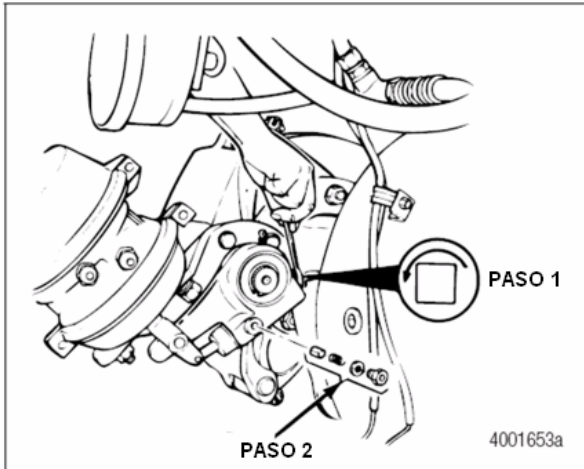

Figura 7.26
1. Gire la tuerca de ajuste en el regulador automático de holgura para mover el interior del recubrimiento contra el rotor. Figura 7.26.